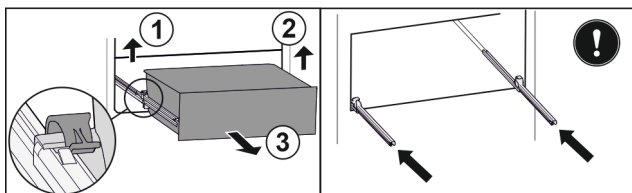

Fig. 165
- ▶ Zvedněte levou svorku a současně vytáhněte zásuvku vlevo dopředu. Fig. 165 (1)
- ▶ Zvedněte pravou svorku a současně vytáhněte zásuvku vpravo dopředu. Fig. 165 (2)
- ▶ Vyjměte zásuvku dopředu. Fig. 165 (3)